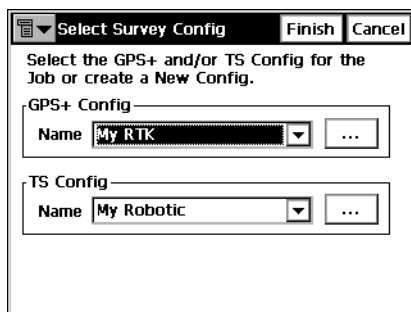

Figura 2-37. Seleccionar una Configuración del Levantamiento
- Haga clic en **Job->Config->Survey** para abrir el cuadro de diálogo Select Survey Config (Figura 2-37).
- De la lista desplegable GPS+ Config, seleccione My RTK, o el nombre de la configuración de levantamiento de su GPS+ , y haga clic en el botón “...” (continuar) (Figura 2-37).
- En el cuadro de diálogo de configuración del radio, seleccione el radio módem GSM apropiado y defina los siguientes parámetros (Configuración del Radio de la Base o del Rover (Figura 2-37 en la página 2-44):